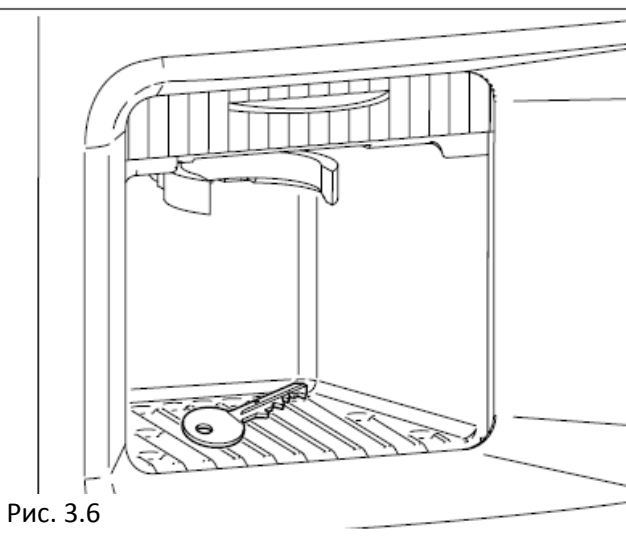

Рис. 3.6
- Уберите ключ из диспенсера подачи напитков (Рис.3.6)